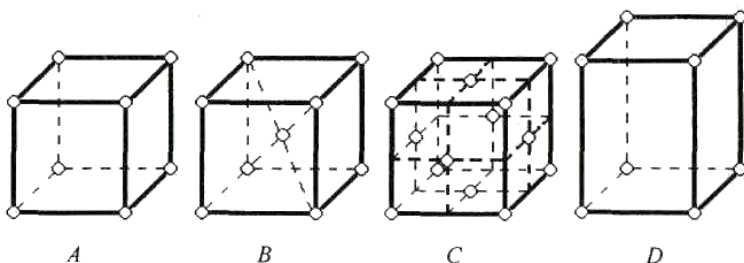

рис. 4
1.15. *Какие из представленных на рисунке элементарных ячеек кристаллических решеток относятся к простым (рис. 4)?*